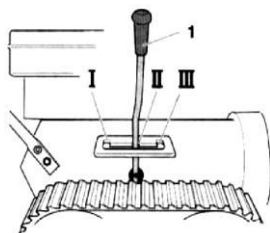

Рисунок 2
- Для машин с гусеничным ходом - установите регулирующий рычаг (рис. 2, поз. 1) в позицию II.
- Ослабьте гайки (2) с обеих сторон машины.
- Затяните полозья гайками (2) так, чтобы они одновременно касались земли.